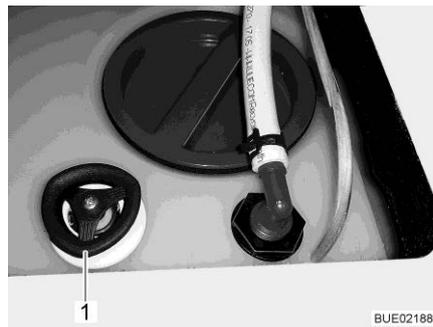

Fig. 169 Depósito de agua con tirador giratorio
- Girar el tirador giratorio (Fig. 169,1) sobre el depósito de agua en sentido de las agujas del reloj, hasta el tope.
- Girar el tirador giratorio (Fig. 169,1) sobre el depósito de agua en sentido contrario a las agujas del reloj, hasta sentir resistencia. El agua se sale hasta sobrar una cantidad residual de 60 l.